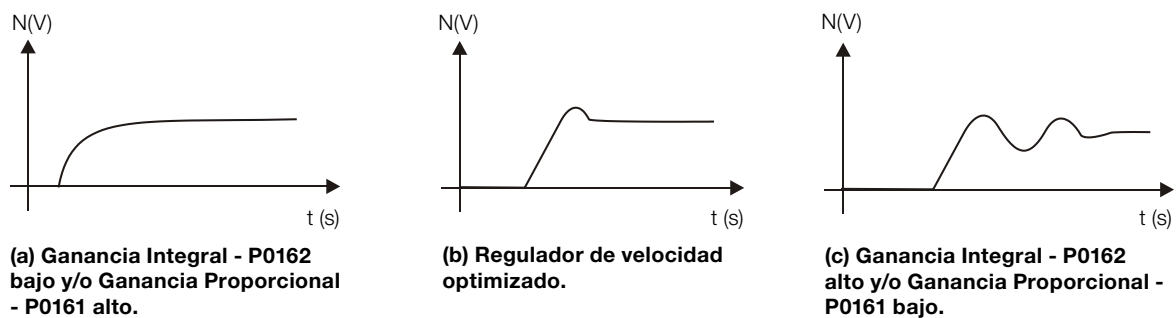

Figura 11.4: (a) a (c) Tipo de respuestas del regulador de velocidad
6. Verifique de entre las opciones de la Figura 11.4 en la página 11-15 cual es la forma de onda que mejor representa la señal leída.
7. Ajuste P0161 y P0162 en función del tipo de respuesta presentada en la Figura 11.4 en la página 11-15.